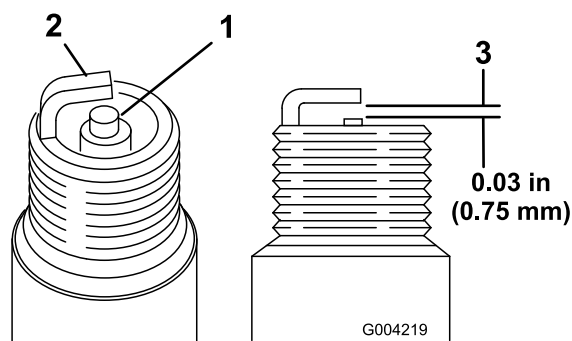

Figura 35
- Controllate la parte centrale di entrambe le candele (Figura 35). Se l'isolatore è di color marrone chiaro o grigio, il motore funziona correttamente. Una patina nera sull'isolatore significa in genere che il filtro dell'aria è sporco.
- Controllate la distanza tra gli elettrodi centrale e laterale (Figura 35).
- Piegate l'elettrodo laterale (Figura 35) se la distanza non è corretta.